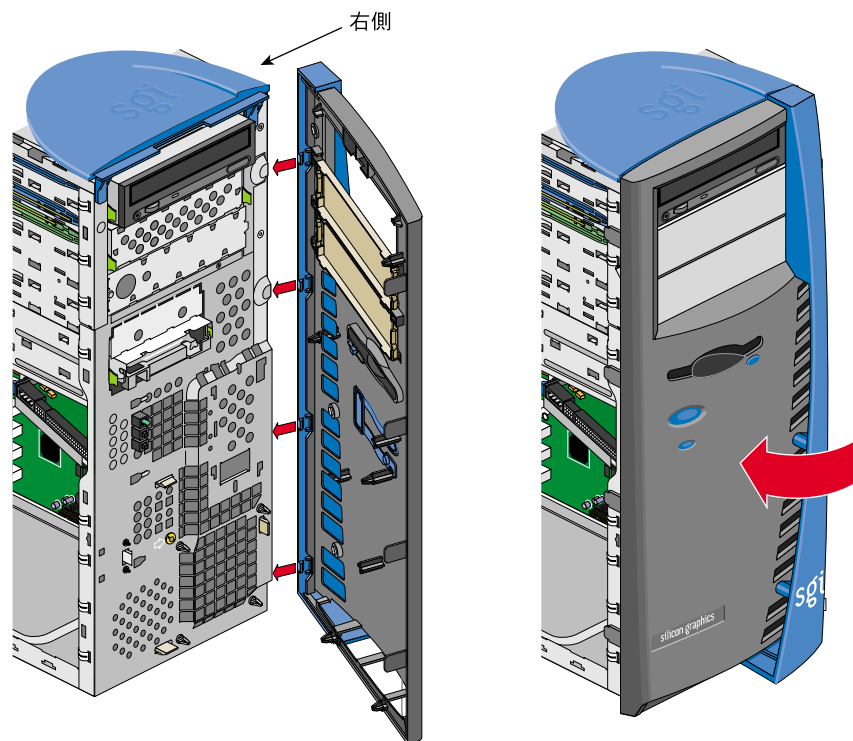

図 2-30 ベゼルの取り付け
- 図2-30に示すように、ベゼルの右側にある4個のタブの位置を確認します。
- 図2-30に示すように、それぞれのスロットに4個のタブを挿入できるように、本体とベゼルの右端を合わせます。
- サイドパネルが正しい位置に完全にはまるまで、サイドパネルを本体の前方にすべらせます。図2-30にその手順を図示します。